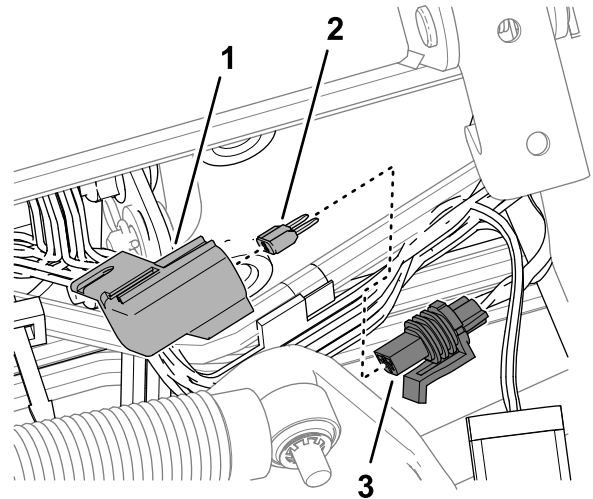

Figura 98
3. Retire a tampa do porta-fusíveis em linha rotulado 10 A FUSE TELEMATIC PWR (Figura 98).